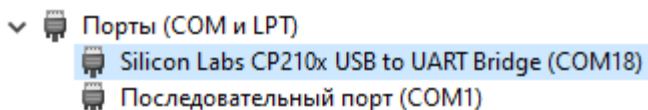

Рисунок 2. Отображение устройства после установки драйвера.
6. После установки драйвера в разделе устройств «Порты (COM и LPT)» должно появиться устройство «Silicon Labs CP210X USB to UART Bridge» (Рисунок 2).